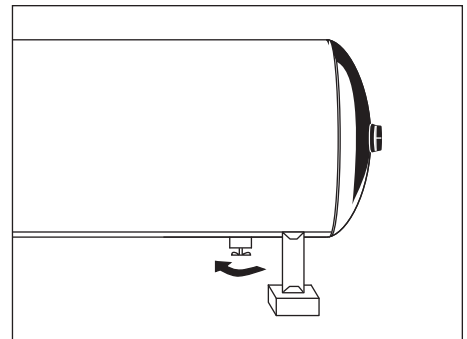

Figure 8 - Vidange manuelle du réservoir
- a. Ouvrir le robinet de purge sur le réservoir et faire fonctionner le compresseur pendant 60 minutes (Voir la Figure 8).